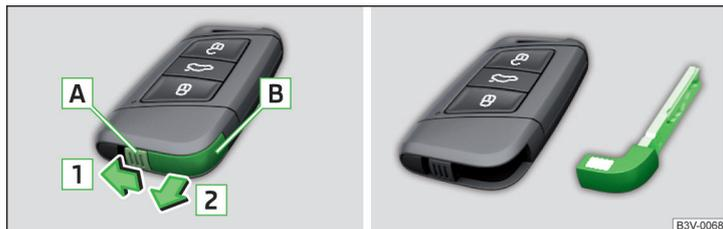

Fig. 38 Clé KESSY
- Appuyez sur la poignée de déverrouillage **A** dans le sens de la flèche **1** » fig. 38.